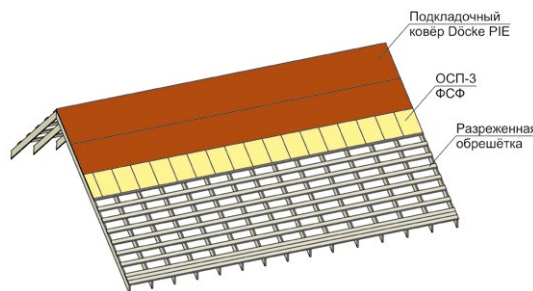

Рис. 9. Последовательный монтаж подкладочных ковров Döcke сверху-вниз.
4.1.6 Подкладочный ковёр монтируется параллельно карнизу, снизу-вверх, с нахлёстом следующего ряда 100 мм, торцевые нахлёсты составляют 150 мм. Для минимизации хождения по коврам, особенно на крутых скатах, допускается производить последовательный монтаж сверху-вниз: монтируется верхний ряд плит ОСП-3 или фанеры ФСФ, затем на смонтированный ряд плит монтируется верхнее полотно подкладочного ковора (рис. 9). Данный способ монтажа подойдёт только для простых крыш, на которых отсутствуют ендовы.